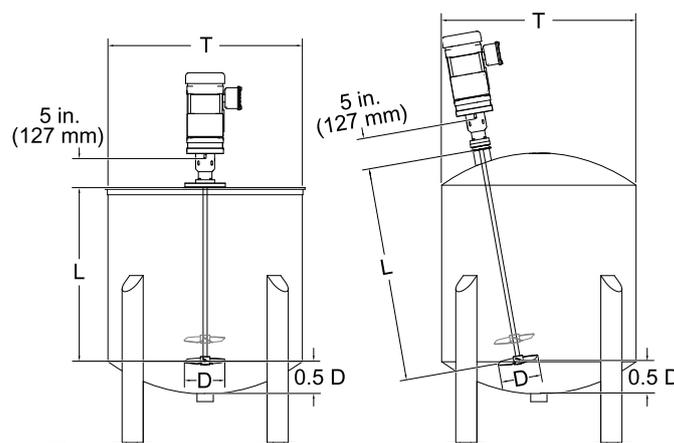

Figure 1 Mesure de longueur d'arbre
\*Le diamètre de l'hélice de la turbine recommandé est généralement déterminé en prenant les dimensions intérieures du réservoir, fût ou récipient (T dans la Figure 1) et en les multipliant par 0,35.
1. Trouvez la distance du bas du réservoir jusqu'à 1/2 du diamètre de la turbine (par exemple, 5 cm/2 po, 10 cm/4 po, ou 15 cm/6 po) (voir 0,5 D à la Figure 1).
2. À partir de ce point, mesurez jusqu'à la surface de montage du couvercle (L).
3. Ajoutez la mesure de l'étape 2 (L) à la longueur du carter de palier (127 millimètres ou 5 po).